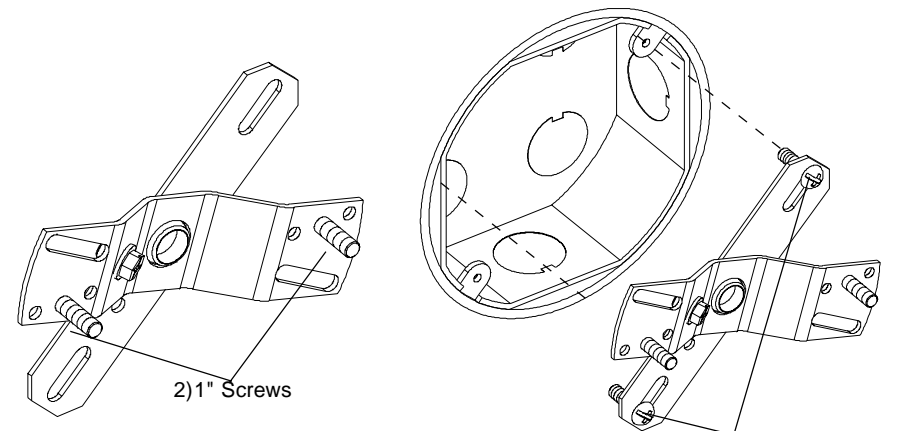

Figure 2
2. Fully thread two 1" Screws (2) into the center hole of the three holes on either side of bent section of the Double Crossbar (1). Note: Insert Screws from opposite side of green ground screw head. See Fig. 2
2. Enrosque completamente dos Tornillos 1" (2) en el agujero de centro de los tres agujeros a cualquier lado de la sección curvada de la Barra Transversal Doble (1). Nota: Inserte los Tornillos en el lado opuesto de la cabeza del tornillo verde de tierra. Vea Fig. 2.